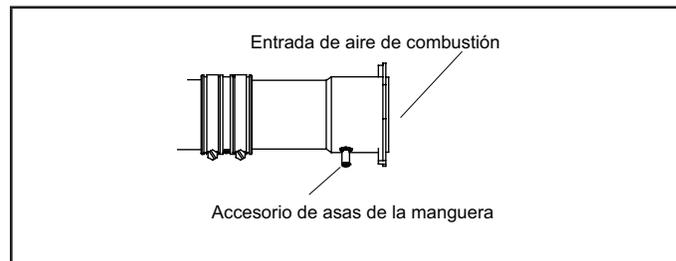

FIGURA 17
NOTA: La tubería de ventilación debe instalarse con el adaptador de ventilación suministrado. Consulte la figura 17.
- 4 - Apriete las bandas superior e inferior a 40 lb-pulg. Consulte la figura 17.
Aplique cuidadosamente cemento solvente al accesorio de entrada de aire evitando tapan el accesorio de asas de la manguera en el acoplamiento. Ver la Figura 17.